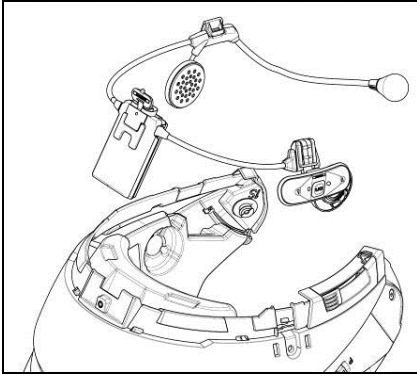

Abb. 2
- Fügen Sie das System in den eigens dafür ausgesparten Bereich auf der Helmrückseite ein und drücken Sie es bis ans Ende des Führungsschlitzes (Abb. 2).